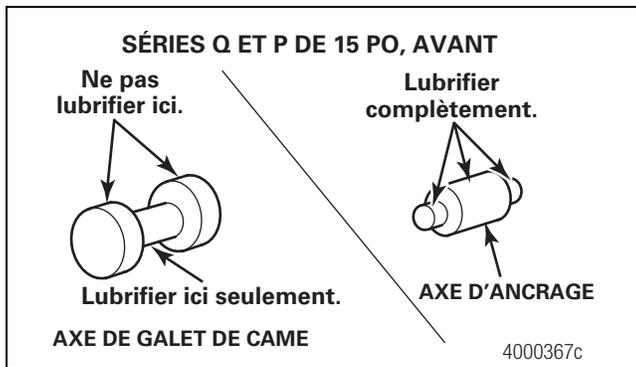

Figure 5.28
1. Lubrifier les axes de galet et d'ancrage de segment de frein comme cela est indiqué dans la figure 5.28. N'utiliser que de la graisse approuvée par Meritor. Se reporter à la Section 7 pour obtenir les caractéristiques techniques des graisses approuvées.
- Lubrifier les axes de galet et d'ancrage de segment de frein comme cela est indiqué dans la figure 5.28. N'utiliser que de la graisse approuvée par Meritor. Se reporter à la Section 7 pour obtenir les caractéristiques techniques des graisses approuvées.